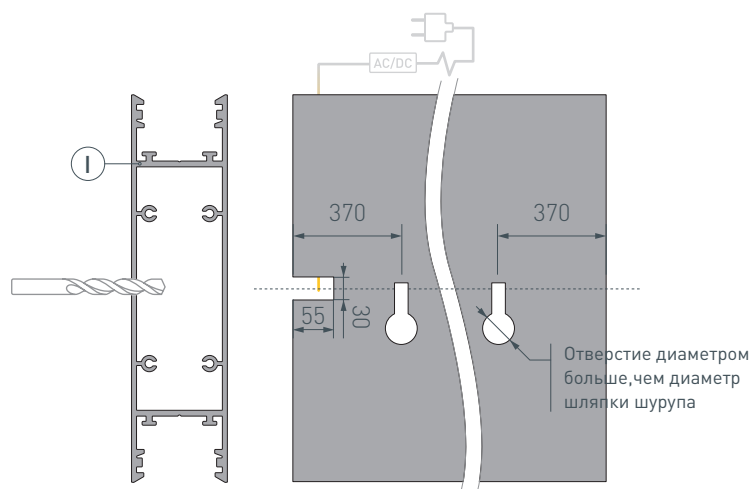

Рис. 1. Вид сзади, подготовка отверстий
- 1** / Для профиля Ⓘ длиной 2000 мм и более просверлите на задней стенке с каждой стороны по 2 отверстия с диаметрами больше, чем диаметр шляпки шурупа (чтобы могла пройти шляпка шурупа), для крепления к поверхности на расстоянии 370 мм от каждого края. Чуть выше сделать прорез шириной, равной диаметру резьбы шурупа. Затем подготовьте еще 1 отверстие с одного края профиля размером 55×30 мм для вывода кабеля блока питания, как показано на рис. 1.